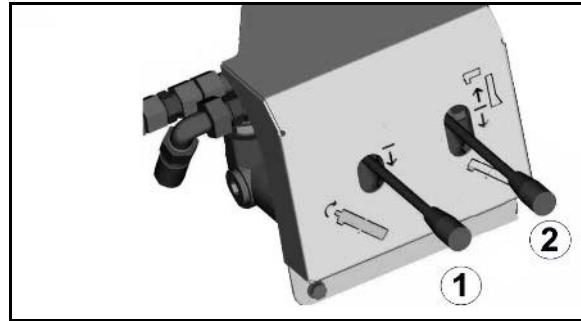

Рис. 103
1. Установите шаровой кран (Рис. 103/1) в положение **B**.
5. Установите шаровой кран (Рис. 103/2) в положение **A**.
8. Установите шаровой кран (Рис. 103/1) в положение **A**.